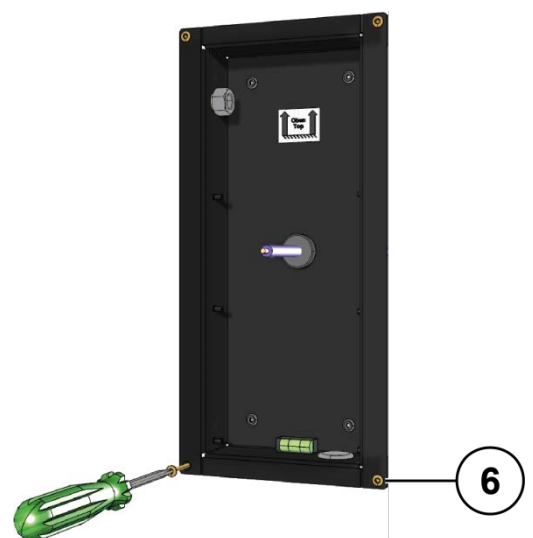

Abb. 4: Unterputzkasten befestigen
- Befestigen Sie den Unterputzkasten mit 4 Schrauben **(6)** an der Wand (Abb. 4).